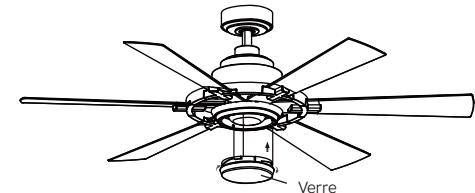

Fig. 23
Étape 4. Fixez le verre au boîtier de l'interrupteur en le tournant dans le sens des aiguilles d'une montre, tournez le verre progressivement jusqu'à ce qu'il s'enclenche sur le boîtier de l'interrupteur. Ne pas trop serrer. (Fig. 23)